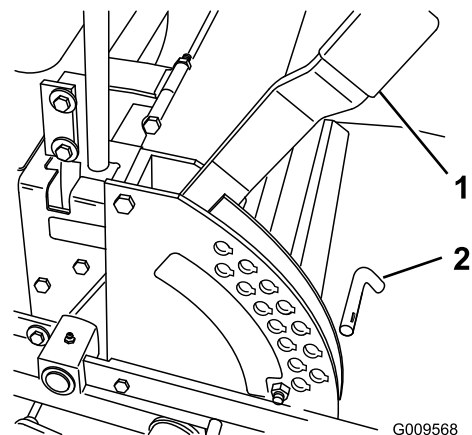

Figura 28
1. Levante la palanca de ajuste de la altura de corte a la posición de **TRANSPORTE** (que es también la posición de altura de corte de 127 mm) (Figura 28).
- Para ajustar la altura de corte, retire el pasador del soporte de altura de corte (Figura 28).
- Seleccione el taladro del soporte de altura de corte que corresponde a la altura de corte deseada, e inserte el pasador (Figura 28).